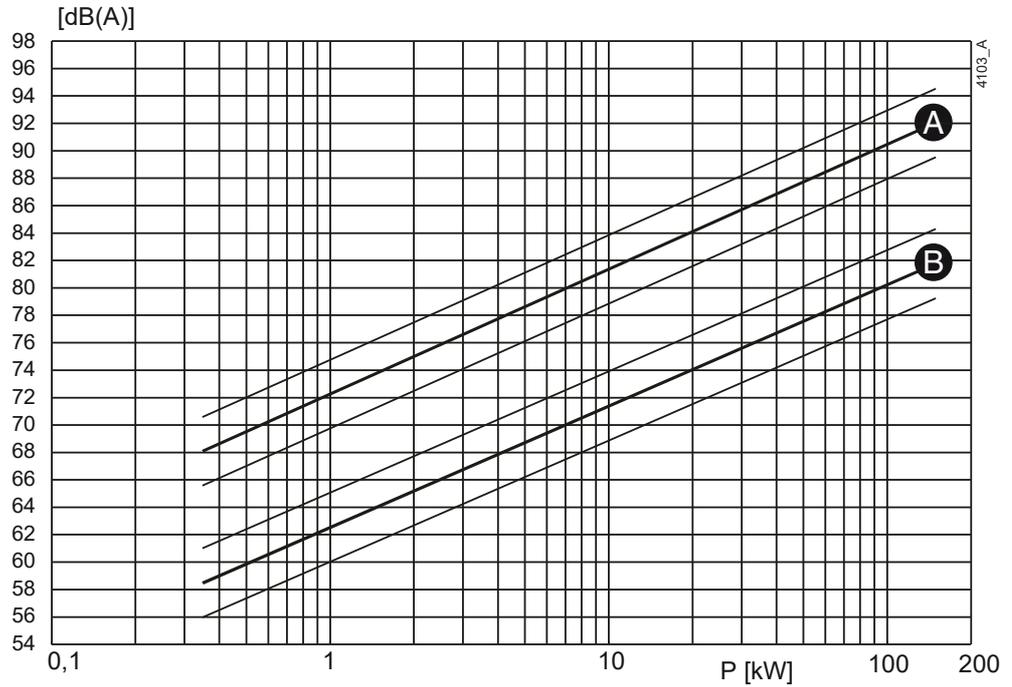
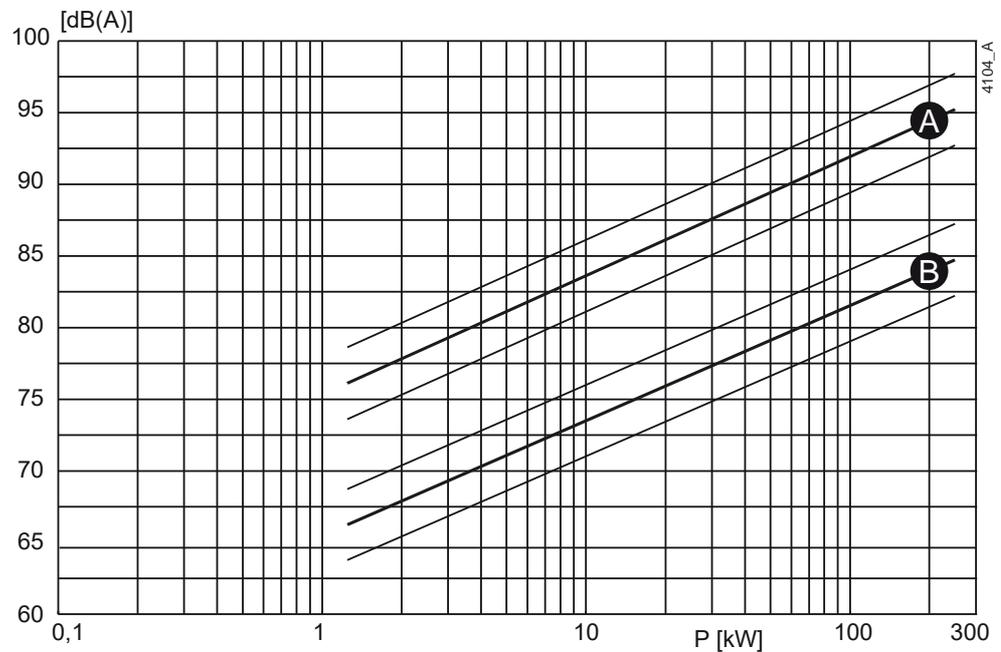

Figure 60: Niveau sonore en fonction de la puissance de la pompe [kW] à 1 450 min-1.
Figure 61: Niveau sonore en fonction de la puissance de la pompe [kW] à 2 900 min-1.
- 1 Déterminez le niveau sonore ( $L_1$ ) de la pompe, voir Figure 60 ou Figure 61.